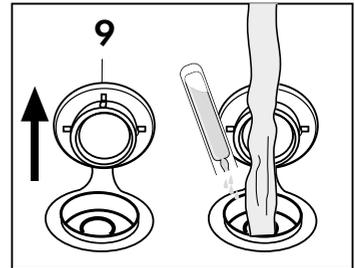

Fig. 20
• Versare un flacone da 10 ml nella caldaia (con 0,5 l di acqua, togliendo il tappo (9. (Fig. 20) e procedere con il normale funzionamento.